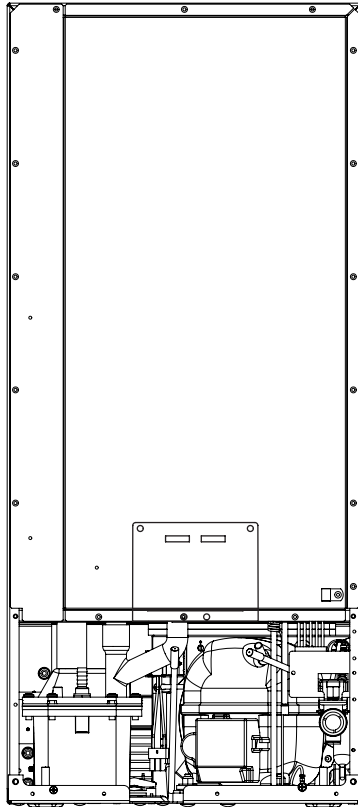

Figure 33
7. Débranchez la conduite de sortie de la vanne d'eau vers le réservoir, et drainez l'eau résiduelle de la zone de piège de la conduite d'eau (Voyez les Figures 33 et 33a).
8. Reconnectez la conduite d'eau de sortie de vanne d'eau (Voyez les Figures 33 et 33a).